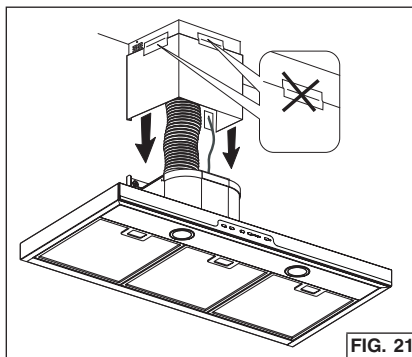

FIG. 21
10. Quite la cinta de los tubos de humos y baje en posición sobre la campana. Fig. 21.